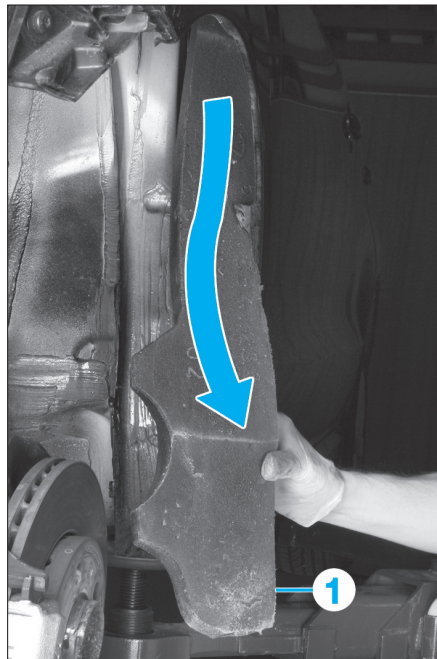

FIG. 114
- la mousse insonorisante (1) (Fig.114),